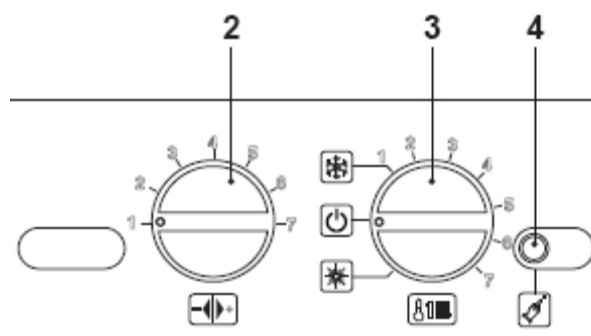

рис. 7.8
- Выключите котёл, повернув переключатель функций (3) в положение, указанное на рис. 7.8 .